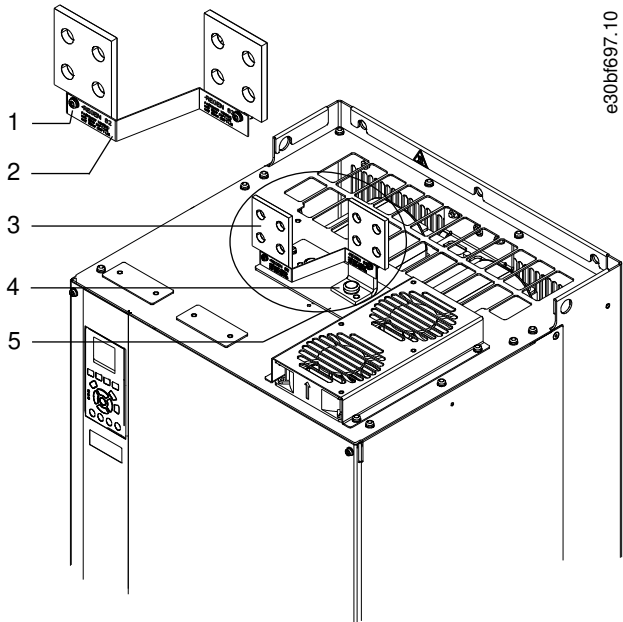

Ilustración 16: Terminales de carga compartida / regeneración
5. Instale la etiqueta en la parte frontal de los terminales, tal y como se muestra en el apartado Ilustración 16. Fíjela con dos tornillos M4 a un par de apriete de 1,2 Nm (10 in-lb).